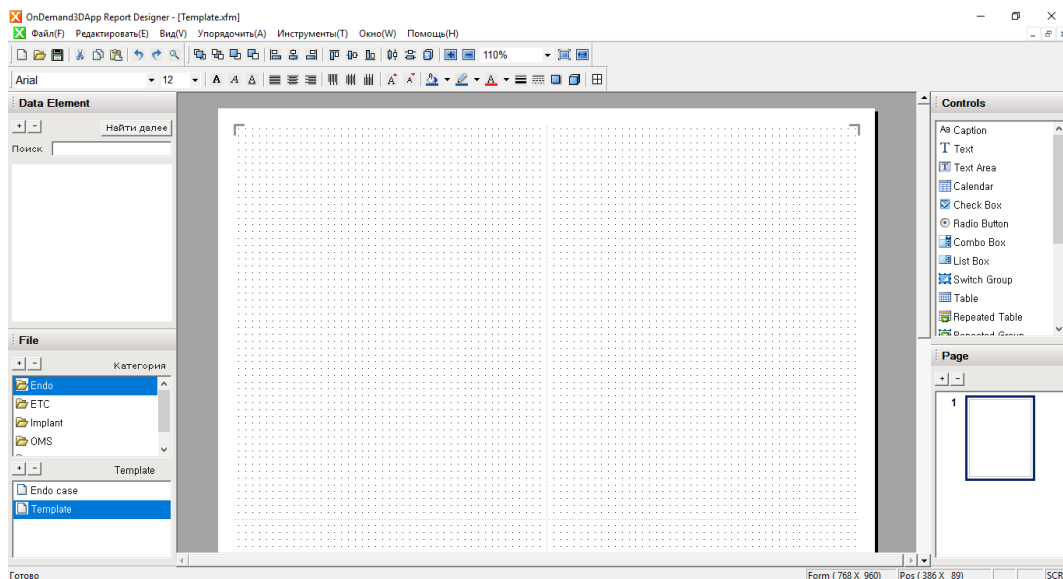

Рис. 199. Компоновка окна OnDemand3D Report Designer (Конструктор отчетов OnDemand3D)
**Создание нового шаблона.** Нажмите на  или перейдите в меню File → New (Файл → Новый), введите имя файла, сведения о формате и ориентации бумаги в диалоговом окне New File (Новый файл), после чего пользователи увидят экран, подобный показанному на рис. 199. Еще один способ создать новый файл — нажать на значок «+» в разделе «Template» (Шаблон) в нижнем левом углу экрана.